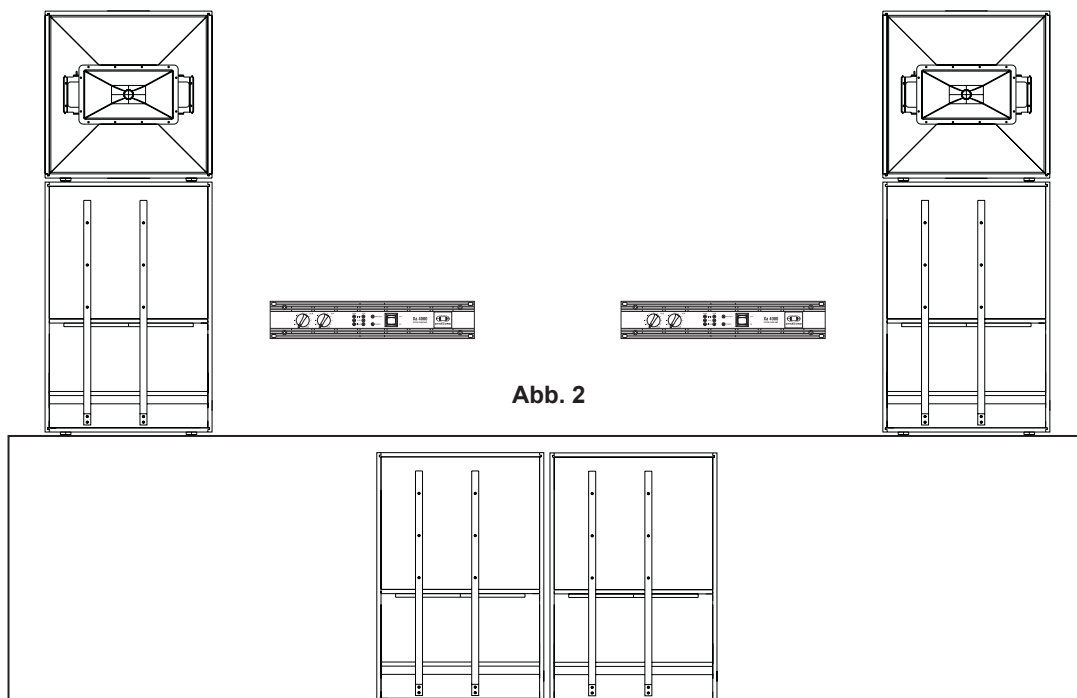
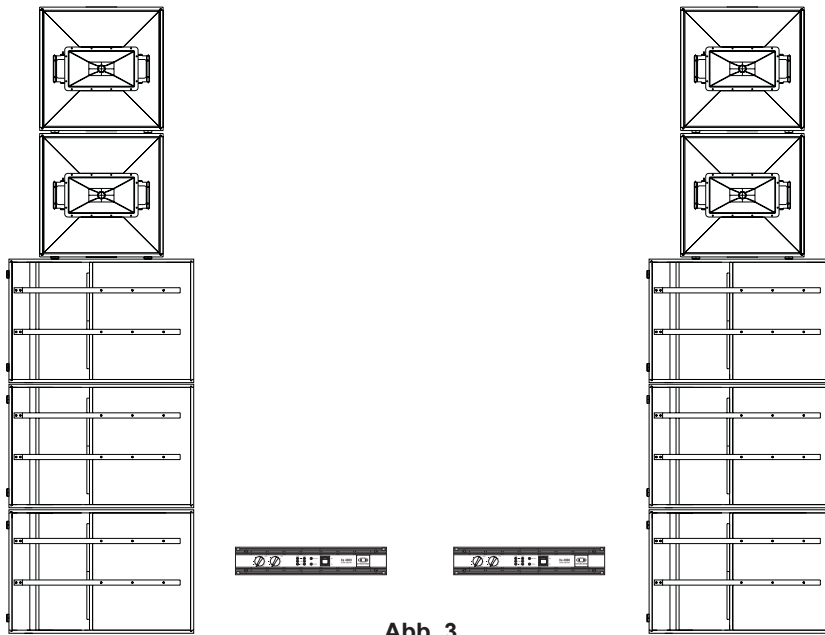
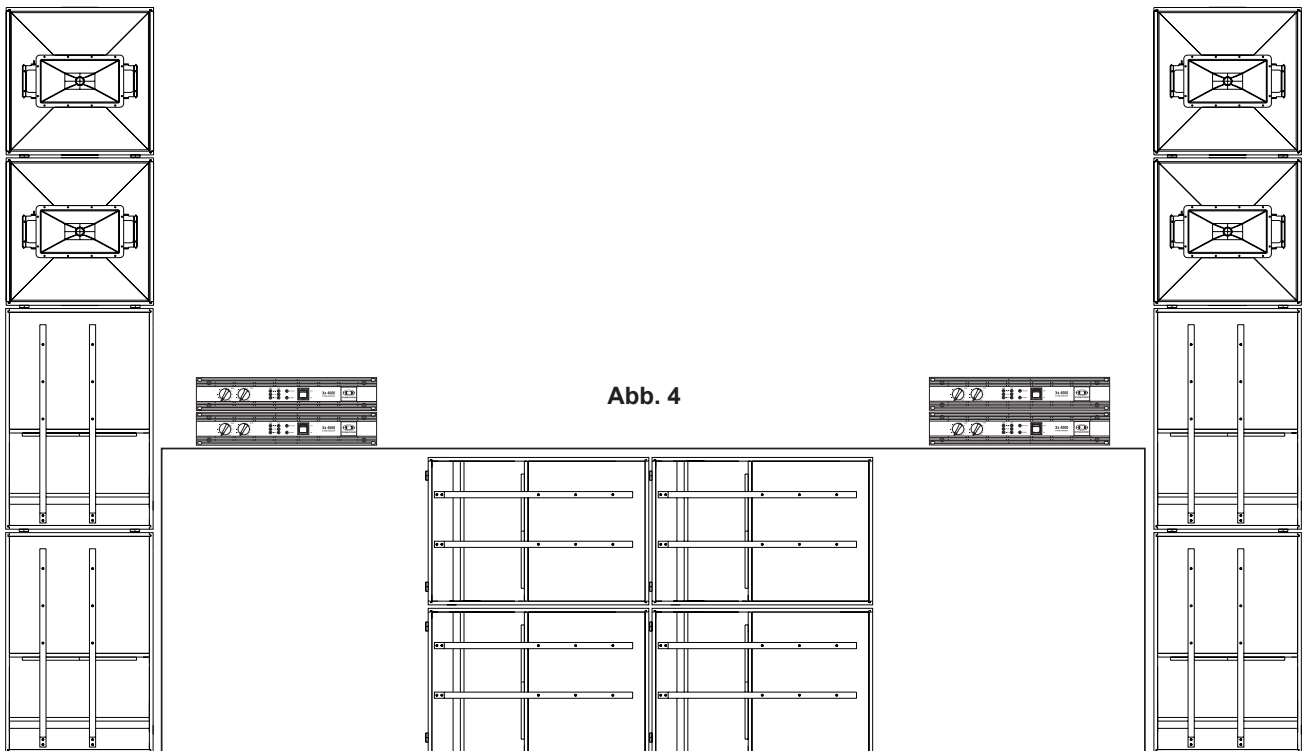

Abb. 2
Abb. 3
Abb. 4
**Abbildung 2** zeigt eine Aufbauvariante der Standardanlage, wie sie oft auf breiten Bühnen sehr vorteilhaft eingesetzt werden kann. Wenn die Kabinette auf der Bühne platziert werden können, reicht meist eine Bassbox FX 20 um das Mittel-Hochtonteil FX 12 in der richtigen Höhe platzieren zu können. Die verbleibenden zwei Bassboxen sorgen als Center Cluster mittig vor oder unter der Bühne für eine homogene Ausleuchtung des Publikums. Zusätzlich zur homogeneren Ausleuchtung der Zuhörerfläche kann durch diesen Left-Center-Right Aufbau ein höherer Schalldruck im Bassbereich erzielt werden.
**Abbildung 3** zeigt eine Möglichkeit durch die Verwendung von je einer weiteren Bassbox FX 20 und Mittel-Hochtonbox links und rechts noch mehr Schalldruck zu erzielen. Die weiteren Kabinette werden einfach parallel an die anderen Boxen angeschlossen. Natürlich kann mit den Bassboxen wie in Abbildung 2 auch problemlos ein Left-Center-Right Aufbau realisiert werden. Die Mittel-Hochtonboxen können wie abgebildet „gestackt“, also übereinander aufgestellt werden. Dadurch wird ungefähr die doppelte Reichweite erzielt ohne dass es in Bühnennähe zu laut wird. Zur Ausleuchtung der Zuhörerfläche können die „gestackten“ Boxen gegeneinander verdreht werden.
**Abbildung 4** zeigt einen Aufbau bestehend aus einer kompletten Xa Standardanlage pro Seite. Diese Konfiguration ist für große Clubs und große Zelte bis etwa 3000 m2 hervorragend einsetzbar. Bei Bedarf kann bei diesem Aufbau jedes Einzelsystem mit zusätzlichen Boxen erweitert werden wie in Abbildung 3 gezeigt. Der Left-Center-Right Aufbau bringt spürbar mehr Schalldruck im Bassbereich und sorgt vor allem für eine homogene Schalldruckverteilung auf der Zuhörerfläche ohne störende Interferenzen. Besonders bei breiten Bühnen ist dieser Aufbau sehr empfehlenswert